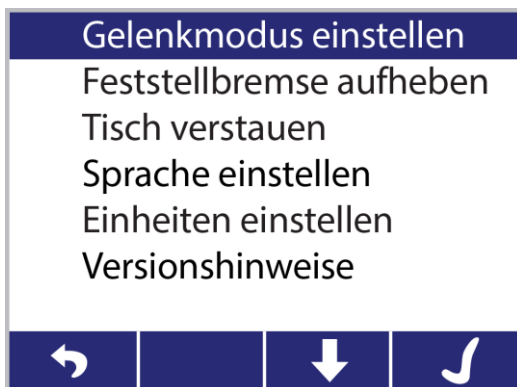

Abbildung 25: Menütasten-Optionen
Beim Drücken der Menütaste erhält der Benutzer eine Liste von Tischeinstellungen, die für jedes Verfahren auswählbar und individuell konfigurierbar sind (Abbildung 25).
1. Die **Menü-Bildschirm**taste auf der IntelliPendant®-Handbedienung drücken und bestätigen, dass die Option **Gelenkmodus einstellen** ausgewählt ist (Abbildung 25).